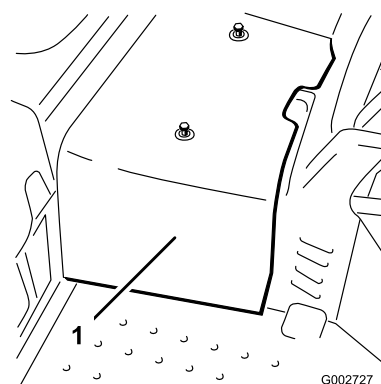

Figura 40
2. Afloje los 2 tornillos que fijan la cubierta central a la máquina y retire la cubierta (Figura 40).